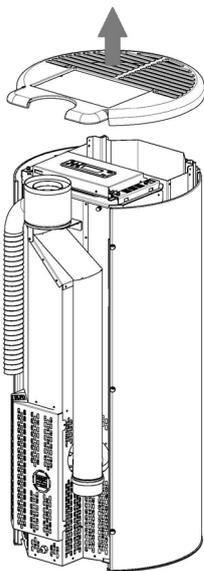

Fig. 71 - Abdeckplatte entfernen
- Abdeckung aus Gusseisen entfernen (siehe Fig. 71).